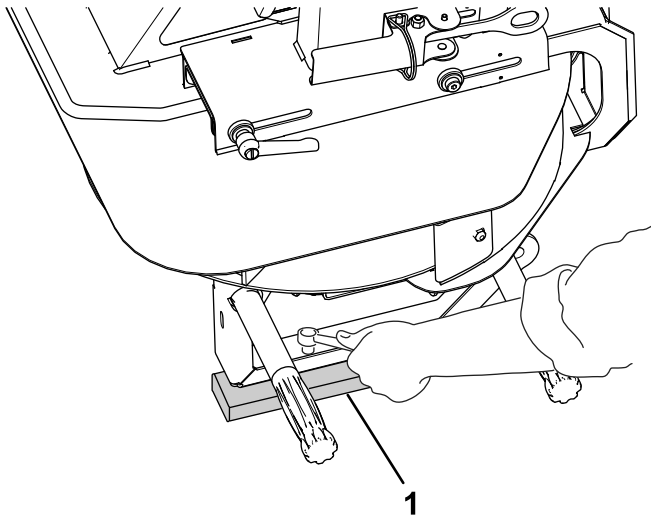

Bild 1
2. Entfernen Sie die vier Schrauben von den Stützen des Doppel-Tellerstreuers. Heben Sie den Doppel-Tellerstreuer mit einer anderen Person an und entfernen Sie die Verpackungsbolzen und das Verpackungsschaummaterial (Bild 1).